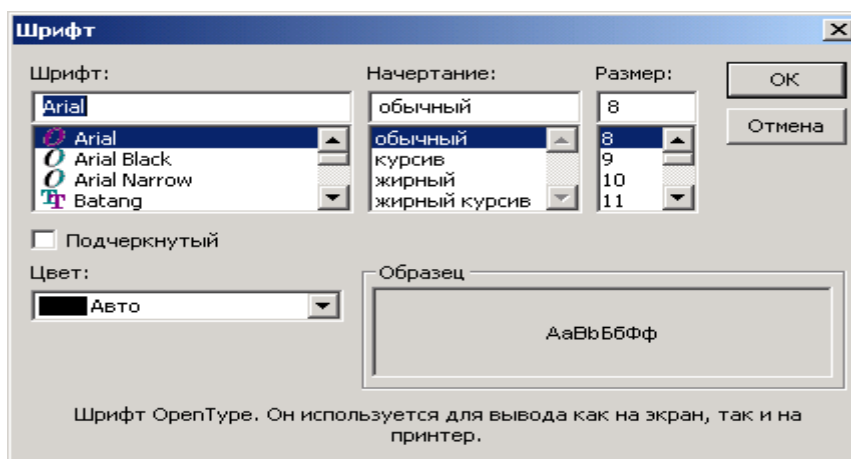

Рис. 24. Диалог (Шрифт)
- Выберите команду меню (**Формат • Шрифт**). На экране появится диалог (Шрифт) (рис. 24).